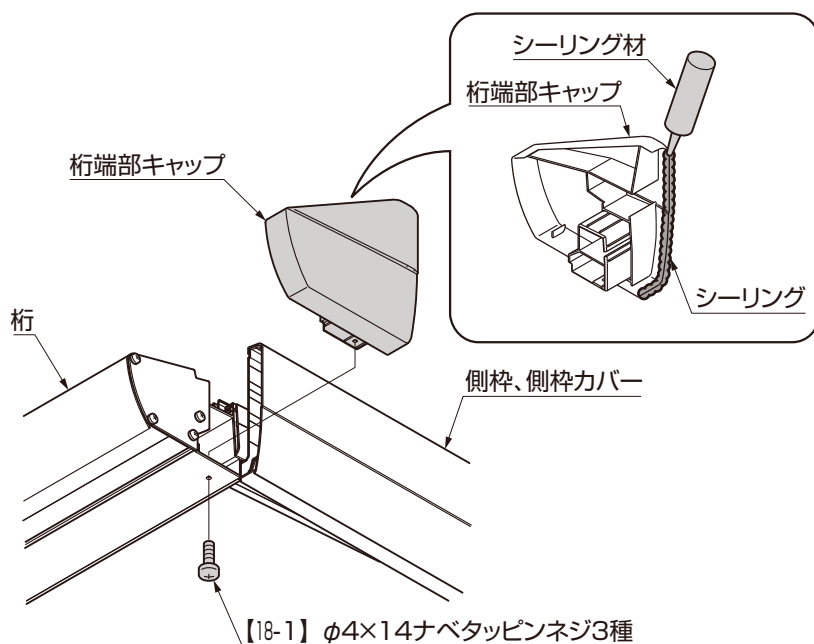

図5-10
② 桁端部キャップにシーリングを充てんし、桁に【18-1】で取付けてください。(図5-10参照)